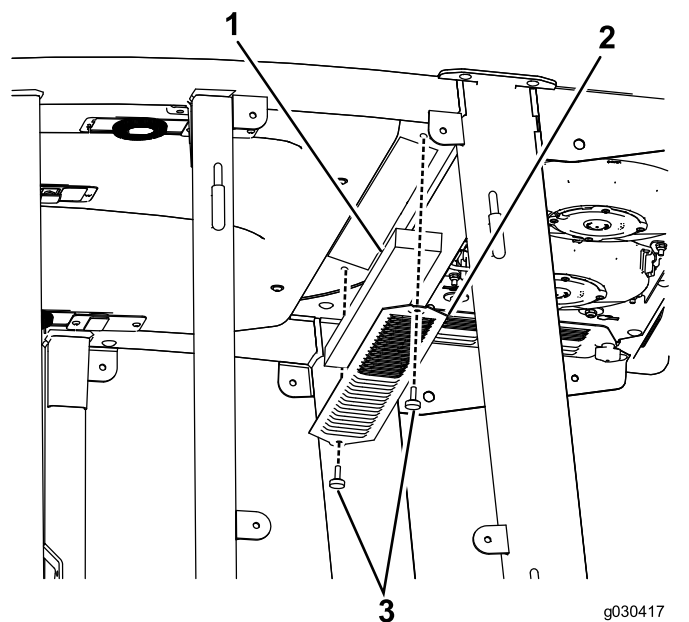
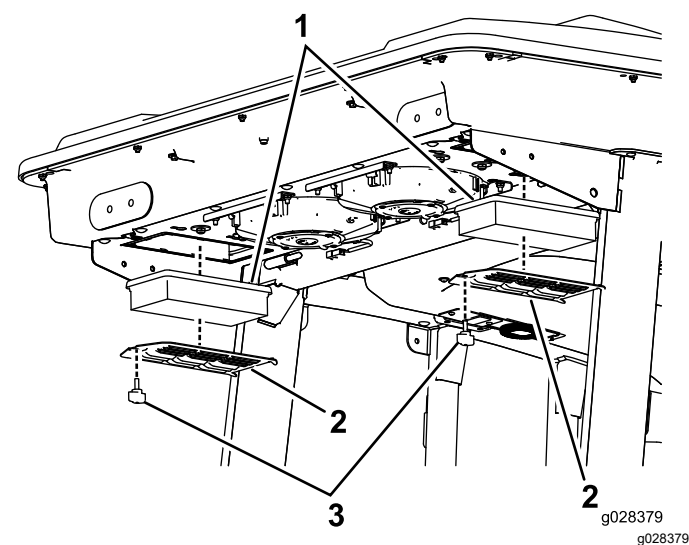
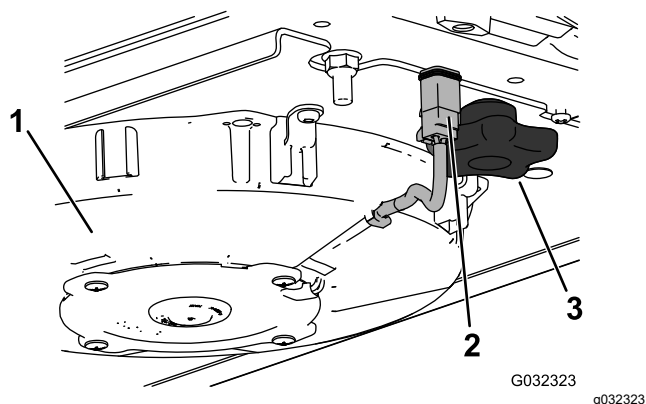

Figura 59
Figura 60
Figura 62
1. Rimuovete le viti e le griglie sia dal filtro dell'aria interno alla cabina, sia da quello sulla parte posteriore della cabina (Figura 59 e Figura 60).
2. Scollegate il filo per ciascuna ventola (Figura 62).
3. Rimuovete le 2 manopole e rimuovete il gruppo della ventola (Figura 62).
5. Togliete i filtri dell'aria (Figura 60).
7. Installate i filtri dell'aria, la griglia e il gruppo ventola (Figura 60, Figura 63 e Figura 62).
8. Collegate il filo per ciascuna ventola (Figura 62).